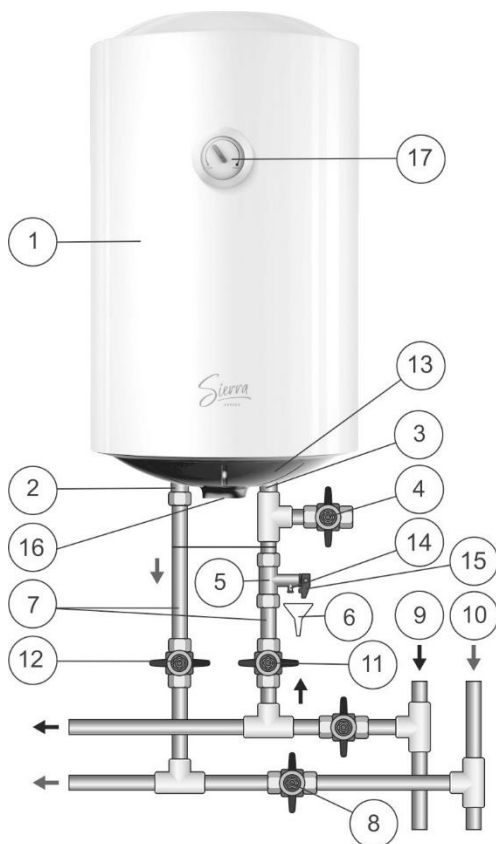

Fig. 1. Schema del collegamento idraulico dello scaldacqua
Montare la valvola di sicurezza (Fig. 1, pos. 5) all'entrata dell'acqua fredda (Fig. 1, pos. 3), un raccordo con anello di colore blu, a 3,5-4 giri assicurando la tenuta idraulica del collegamento con qualsiasi materiale di guarnizione (lino, nastro Teflon, etc.).
Il collegamento idraulico si effettua secondo le indicazioni riportate sulla Fig. 1 esclusivamente a mezzo dei tubi di rame, tubi multistrato di tipo «M-pipes» (costituite da strati polimerici e metallici) o di plastica oppure dei raccordi flessibili idraulici. E vietato l'utilizzo dei raccordi flessibili idraulici già usati. Si consiglia di alimentare lo scaldacqua con l'uso di filtro defangatore montato sulla tubazione di acqua fredda (non in dotazione).
Fig. 1: 1 – Scaldacqua, 2 – raccordo per l’uscita dell’acqua calda, 3 – raccordo per l’entrata dell’acqua fredda, 4 – rubinetto di scarico (non in dotazione), 5 – valvola di sicurezza, 6 – scarico alla canalizzazione (non in dotazione), 7 – tubi di alimentazione, 8 – chiudere il rubinetto quando lo scaldacqua è in uso, 9 – tubo di acqua fredda, 10 – tubo di acqua calda, 11 – rubinetto dell’alimentazione di acqua fredda, 12 – rubinetto dell’uscita di acqua calda, 13 – calotta di protezione, 14 – attacco di scarico della valvola di sicurezza, 15 – leva di apertura della valvola di sicurezza, 16 – manopola di controllo, 17 – indicatore di temperatura.
Dopo che il collegamento idraulico sia effettuato assicurare che il rubinetto di intercettazione di acqua fredda dello scaldacqua sia aperto e che rubinetto di intercettazione di acqua calda dello scaldacqua (Fig. 1, pos. 8) sia chiuso. Aprire il rubinetto dell’alimentazione dello scaldacqua con l’acqua fredda (Fig. 1, pos. 11), il rubinetto dell’uscita di acqua calda dallo scaldacqua (Fig. 1, pos. 12) ed il rubinetto dell’acqua
NB: per facilitare la manutenzione dello scaldacqua durante il suo uso si consiglia d'installare il rubinetto di scarico (Fig. 1, pos. 4) in conformità alle indicazioni fornite sulla Fig. 1 (per i modelli non dotati del raccordo di scarico (non è in dotazione)).
Lo scaldacqua viene acceso/spento ruotando la linea dell'indicatore sulla manopola di controllo situata sul coperchio di protezione dello scaldabagno (Fig. 1, pos. 16) sulla zona "OFF". La temperatura dell'acqua nel serbatoio interno viene regolata tramite la manopola di comando (Fig. 1, pos. 16) nel range di valori da "OFF" (valori minimi) a "HIGH" (valori massimi). La spia di controllo mostra la modalità di funzionamento dell'EWB: si accende quando l'acqua viene riscaldata e si spegne quando viene raggiunta la temperatura impostata.